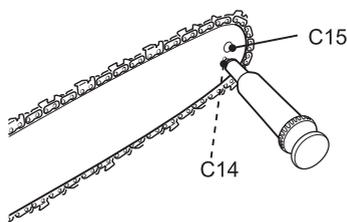

Fig. 37
1. Limpe a roda dentada (15).
2. Com uma pistola de lubrificação descartável, insira a ponta da agulha no orifício de lubrificação (Fig. 37, A) e injete massa até esta surgir no rebordo exterior da roda dentada (15) (Fig. 37).